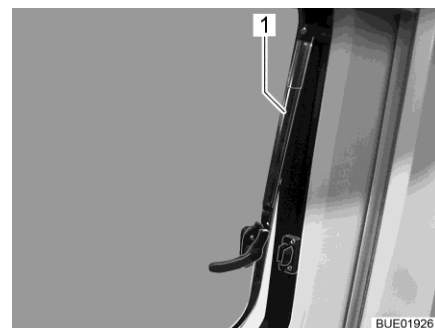

Fig. 22 Finestra apribile con deflettore automatico
- Aprire la finestra apribile fino alla posizione desiderata. Fissare la finestra apribile facendo innestare autonomamente il deflettore automatico (Fig. 22,1).